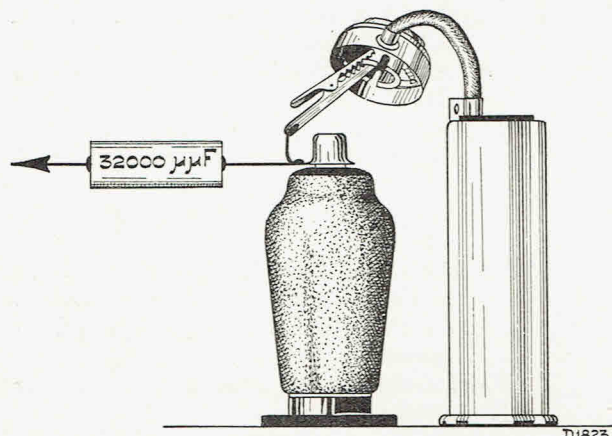

Fig. 2
7. Appliquer un signal modulé de 118 kc. à la 4^e grille de L1 à travers un condensateur de 32.000 $\mu\mu\text{F}$ (fig. 2).